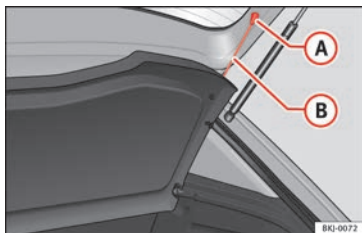

Fig. 140 Dans le coffre à bagages : dépose et repose de la plage arrière.
- Débranchez les tirants de fixation » fig. 140 (B) de leurs logements (A).
- Accrochez les tirants de fixation » fig. 140 (B) sur le capot de coffre.